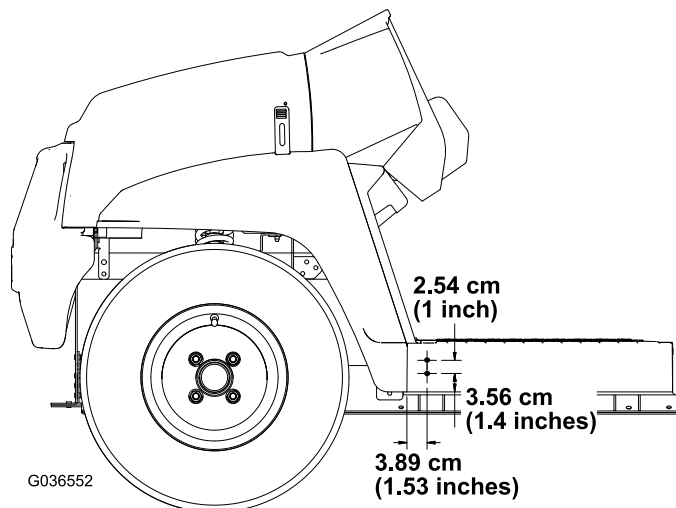

Рисунок 3
2. Просверлите два отверстия (5/16 дюйма) по размерам, указанным на Рисунок 3, в наружных поверхностях панели пола с левой и правой стороны машины.